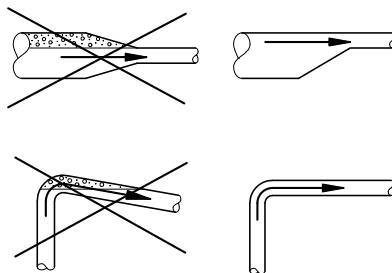

Рис. 5 Установка всасывающего трубопровода
4. Оптимальным является такой монтаж насоса, при котором он максимально близко установлен к источнику перекачиваемой жидкости. Насос NS должен устанавливаться в горизонтальном положении. Внутренние диаметры трубопроводов не должен быть меньше диаметра патрубка насоса. Рекомендуется во всасывающей магистрали предусматривать установку обратного клапана. Всасывающий трубопровод должен быть установлен таким образом, чтобы исключить перегибы, образование воздушных карманов и любых других ограничивающих поступление воды факторов (см. рис. 5).